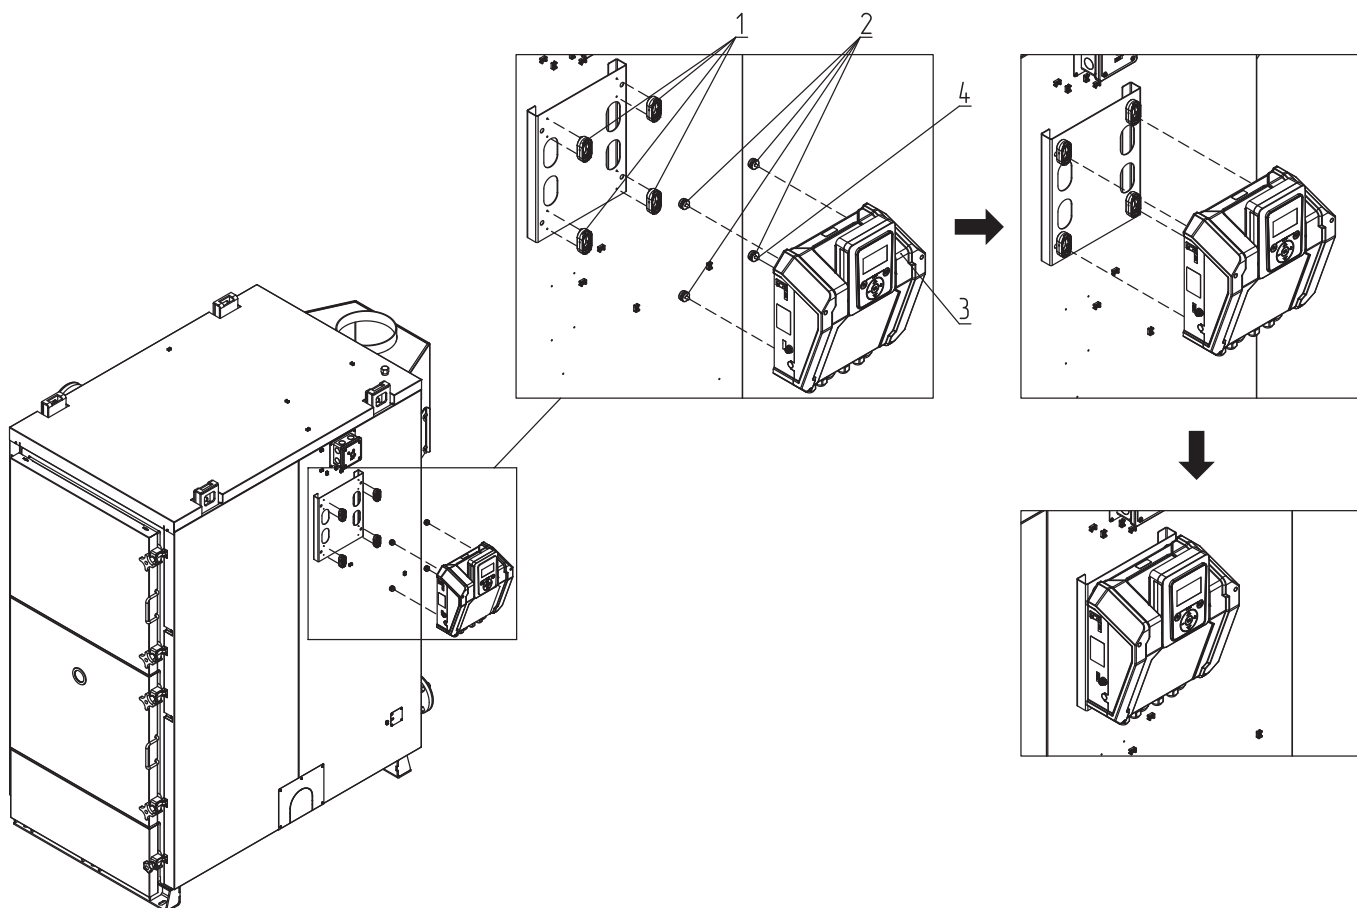

Рис. 20 Монтаж контроллера
2. С помощью саморезов (**Рис. 20, поз. 4**) прикрепите к контроллеру (**Рис. 20, поз. 3**) втулки крепления (**Рис. 20, поз. 2**);
3. Фиксаторы крепления (**Рис. 20, поз. 1**) прикрепите к кронштейну установленному на обшивке котла с помощью саморезов (**Рис. 20, поз. 4**);
4. Контроллер со втулками (**Рис. 20, поз. 2**) установите на фиксаторы крепления (**Рис. 20, поз. 1**) и зафиксируйте, сдвинув контроллер вниз.